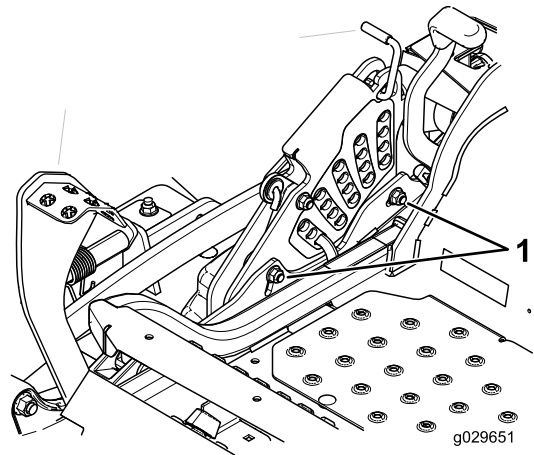

Figura 94
12. Para ajustar el sistema de ajuste de un solo punto, afloje los 2 pernos situados cerca del borde inferior de la pletina de altura de corte. Consulte Figura 94.
14. Apriete los 2 pernos de la parte inferior de la pletina de altura de corte (Figura 94) a 37–45 N·m (27–33 pies-libra).